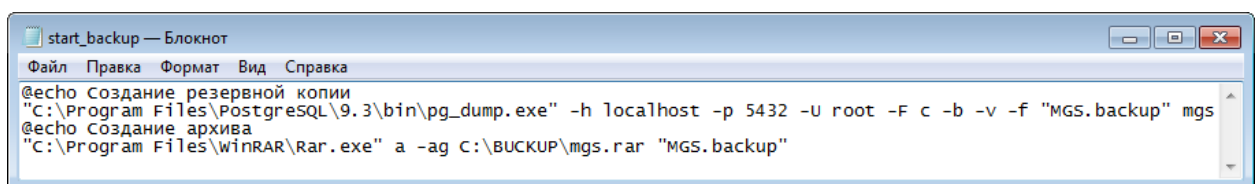

Рисунок 8.23 — Образец содержания командного файла с модулем для создания архива
- Добавьте в командный файл текст по приведенному ниже образцу, дополнительно к введенному ранее тексту (см. рисунок 8.23).